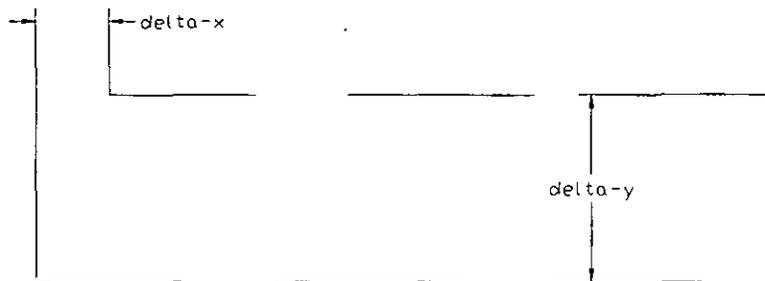

Figura 8-13. Valores delta-x y delta-y de patrones de sombreado
- delta-x** Indica el desplazamiento vertical entre los trazos con respecto a la dirección en que se dibuja ese patrón, como se muestra en la Figura 8-13.
- delta-y** Indica la separación entre las líneas de trazos perpendiculares a la dirección en la que se dibuja un patrón, como se muestra en la Figura 8-13.